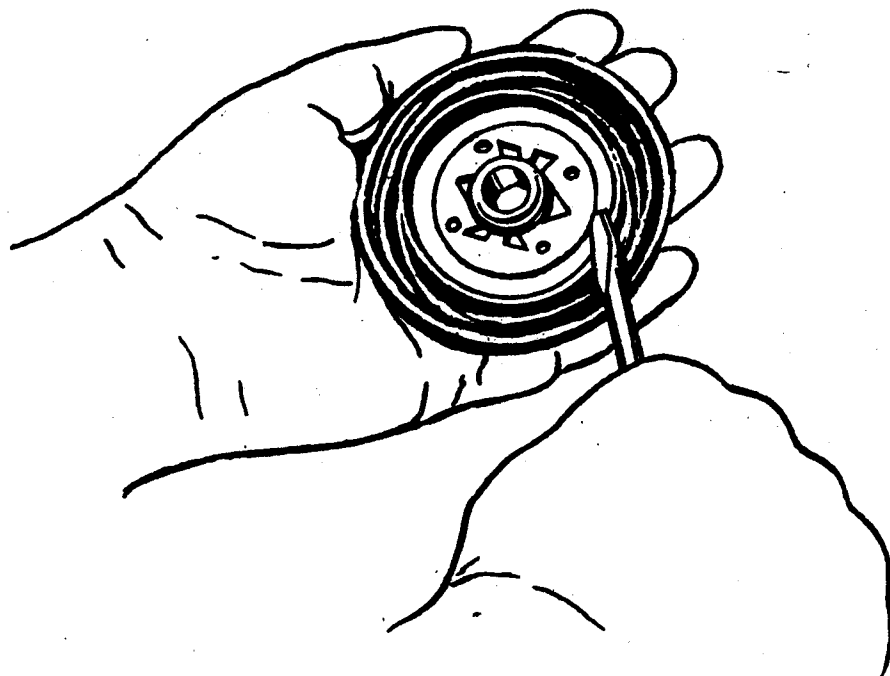

Рис. 96. Разборка клапана управления
- при помощи отвертки снять фигурную пластинчатую шайбу (рис. 96) с клапана управления, шайбу диафрагмы и диафрагму;